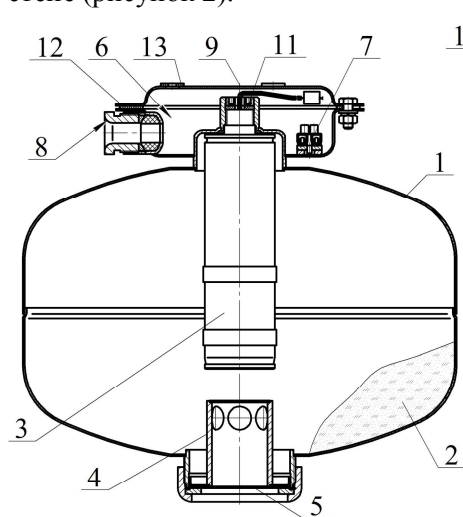
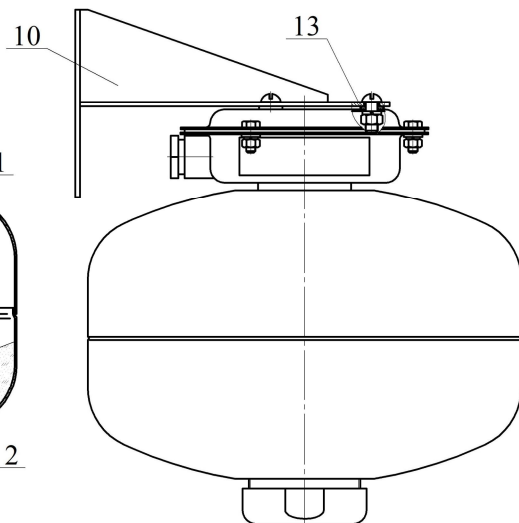

Рисунок 1
Рисунок 2
3.3.2 В комплект поставки для перезарядки МПП входят (см. рисунок 1):
В верхней части МПП снабжён кронштейном **9** для крепления к потолочному перекрытию (рисунок 1) или кронштейном **10** для крепления к
стене (рисунок 2).
2.1.3 Закрепить кронштейн **9** (см. рисунок 1) на потолке или кронштейн **10** (см. рисунок 2) на стене. Крепление кронштейна **9** к потолку производить через резиновые кольца **13**. Координаты отверстий в кронштейне, предназначенном для крепления МПП на потолке, приведены на рисунке 4а), на стене – на рисунке 4б).
2.1.4 Через резиновую прокладку **12** (см. рисунок 1) состыковать
МПП с кронштейном и закрепить соединение гайками. Соединение МПП с настенным кронштейном **10** производить через резиновые кольца **13** (см. рисунок 2).